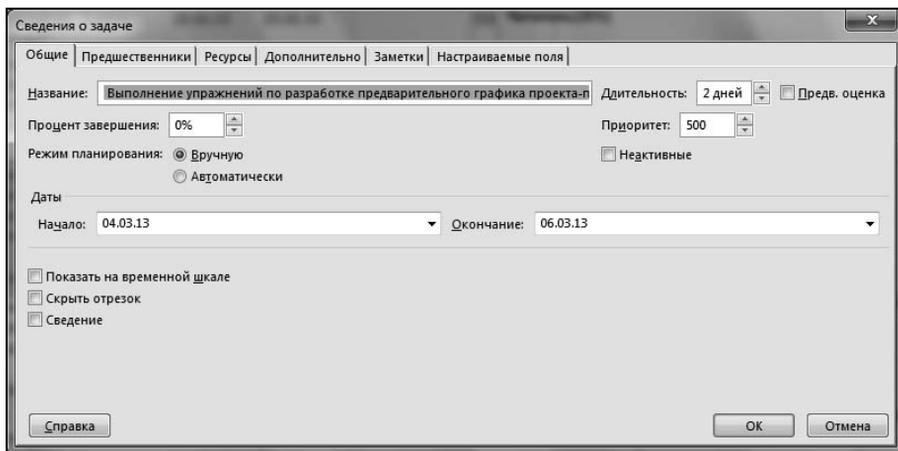

Рис. 4.46. Диалоговое окно **Сведения о задаче**, вкладка **Общие**
2. Двойным щелчком щелкнуть левой кнопкой мыши на ячейках таблицы, соответствующих выделенной задаче. При этом будет открыто диалоговое окно, пример которого показан на рис. 4.46. В этом окне расположены вкладки **Общие**, **Предшественники**, **Ресурсы**, **Дополнительно**, **Заметки**, **Настраиваемые поля**. По умолчанию окно раскрывается на вкладке **Общие**, как это показано на рис. 4.46.